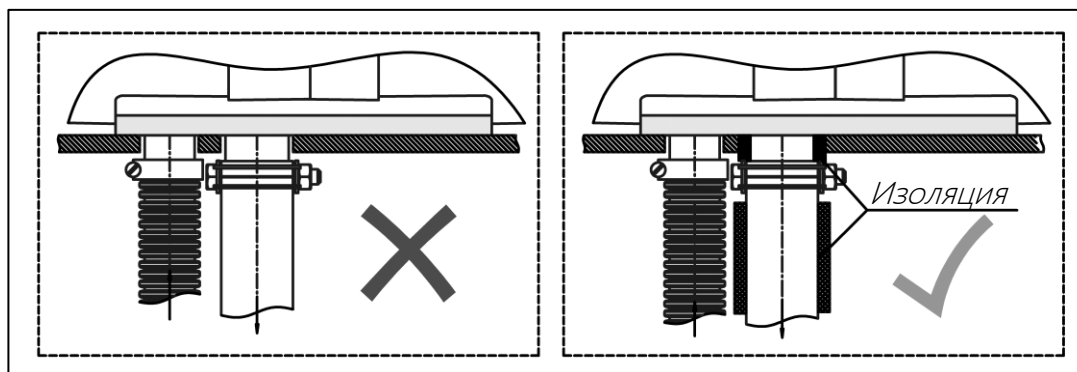

Рис. 12 – Установка дополнительной теплоизоляции
**Дополнительная теплоизоляция должна устанавливаться в местах, где выхлопная труба проходит через пол или боковую стенку транспортного средства (Рис. 12), во избежание возгорания.**